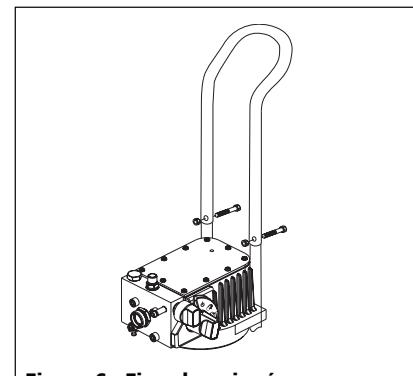

Figure 6 - Fixez la poignée
7. Tenez-vous debout derrière l'appareil et passez les mains par-dessus la poignée pour saisir les extrémités en bas de la poignée. Poussez la poignée vers le bas (Voir la Figure 6).